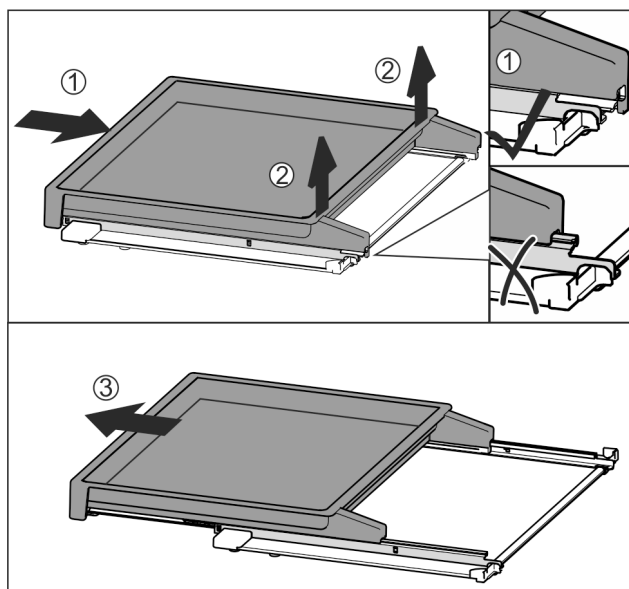

Fig. 133
- Spingere completamente il ripiano estraibile Fig. 133 (1).
- Staccare il blocco sul lato posteriore Fig. 133 (2).
- Estrarre in avanti il ripiano estraibile Fig. 133 (3).